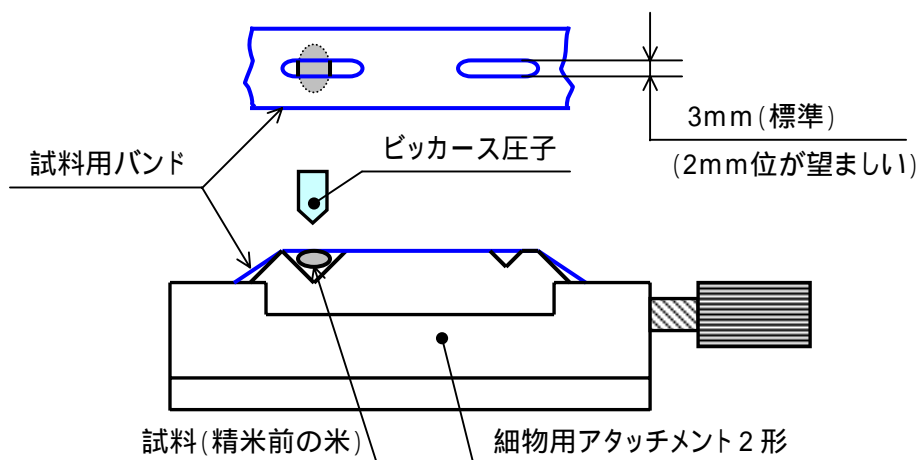

図2 試料固定方法(概略図)
- 1) 図2に示すとおり、細物用アタッチメント2形で試料を固定し、試験しました。